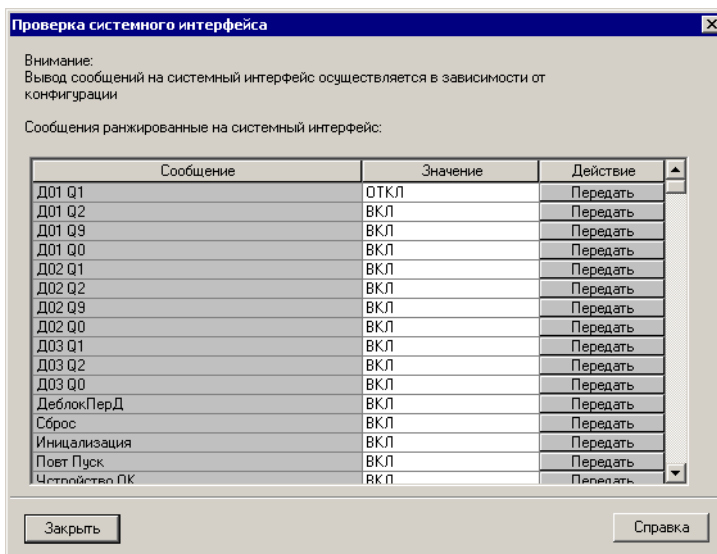

рис. 7-10 Диалоговое окно Проверка системного интерфейса – пример
- Дважды щелкните по элементу списка **Формирование сигналов**. Откроется диалоговое окно **Проверка системного интерфейса** (рис. 7-10, стр. 297).